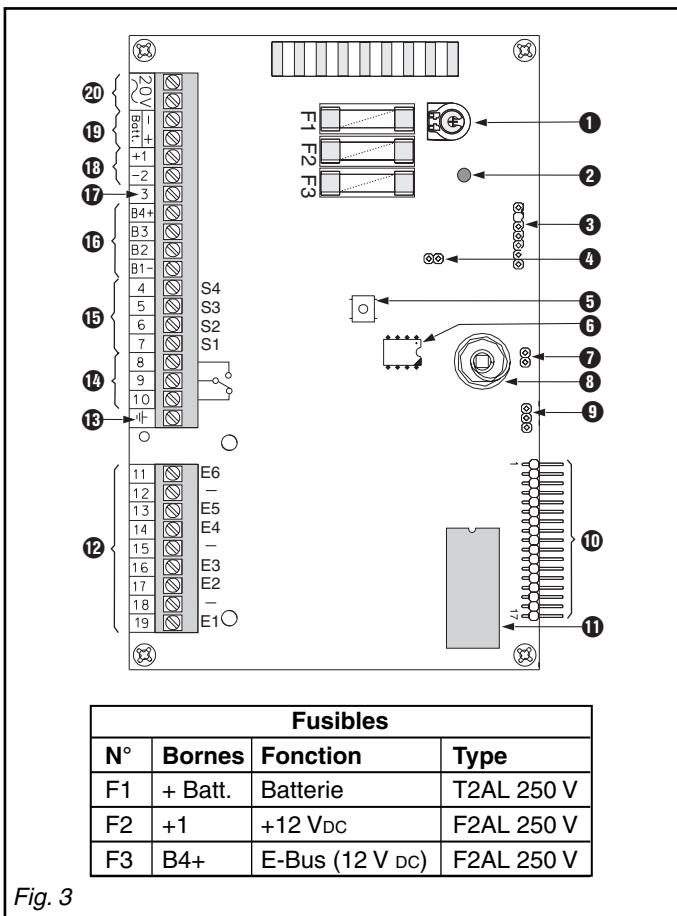

Fig. 3
3.2.1 Carte mère SM 120 (fig. 3)
Les raccordements sont représentés dans la fig. 3 et sur le schéma de raccordement collé à l'intérieur du couvercle. Les câbles secondaires doivent être attachés au minimum deux par deux au moyen de colliers.
En cas d'utilisation de câbles blindés, l'écran doit être connecté à la vis de terre (fig. 3 B). S'il y a plusieurs câbles blindés, tous les écrans doivent être ramenés à cette vis.
Les épingles SW1 à SW4 (fig.3 ⑨) doivent être ouvertes.
*** Attention :** Les modes de fonctionnement Incendie (6) et contact NO (1), ne doivent pas être utilisés sous peine de rendre le produit non conforme au référentiel NF A2P.